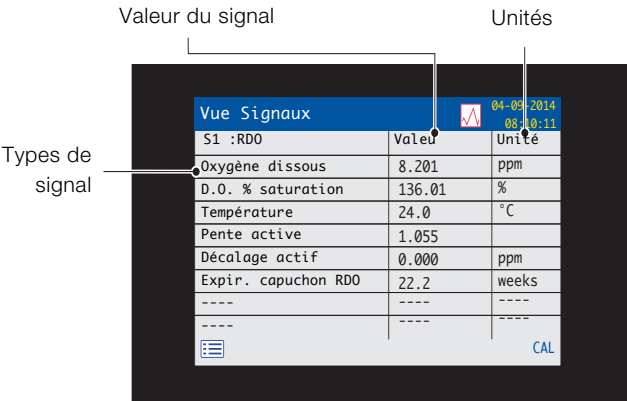

Fig. 8.7 Vue Signaux
- *Vue Signaux* – affiche une liste des signaux actifs avec leurs valeurs – voir Fig. 8.7